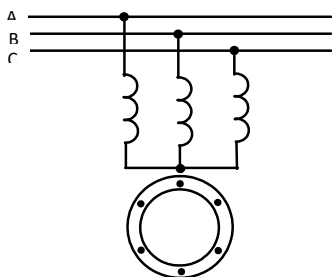

Рисунок 9.2 – Схема включения асинхронного двигателя
- 1 Выписать исходные данные согласно варианту (таблица 9.1) и вычертить схему включения двигателя в цепь (рисунок 9.2).